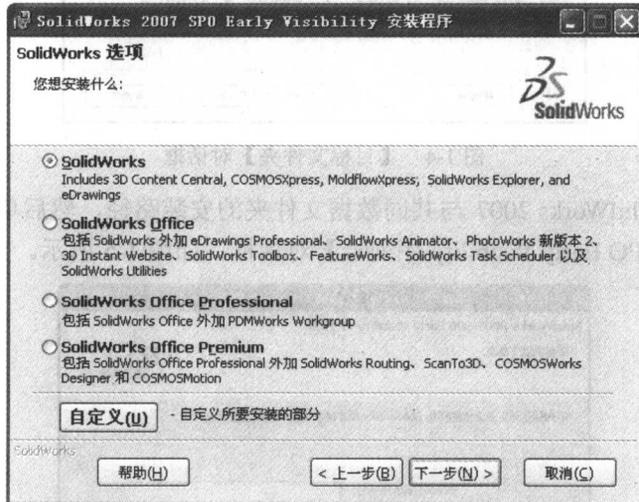

图 1-2 【SolidWorks 选项】对话框
(2) 单击 **下一步(N) >** 按钮进入【SolidWorks 选项】对话框，如图 1-2 所示。